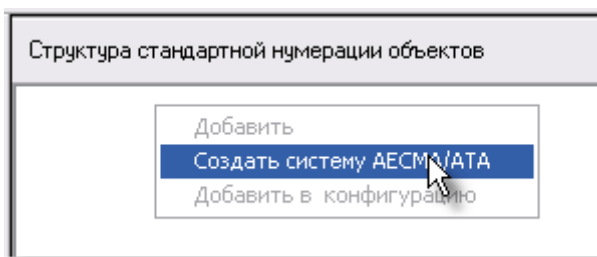

Рис. 9-2
2. Выберите в контекстном меню пункт **Создать систему АЕСМА/АТА** (рис. 9-2).